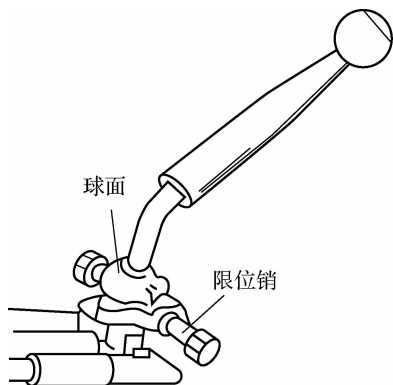

图 6-11 检查变速杆球面与球头限位销
(1)若变速杆能任意转动,表明其球头限位销磨短或脱落,或球面严重磨损,如图 6-11 所示,应予以修理或更换。